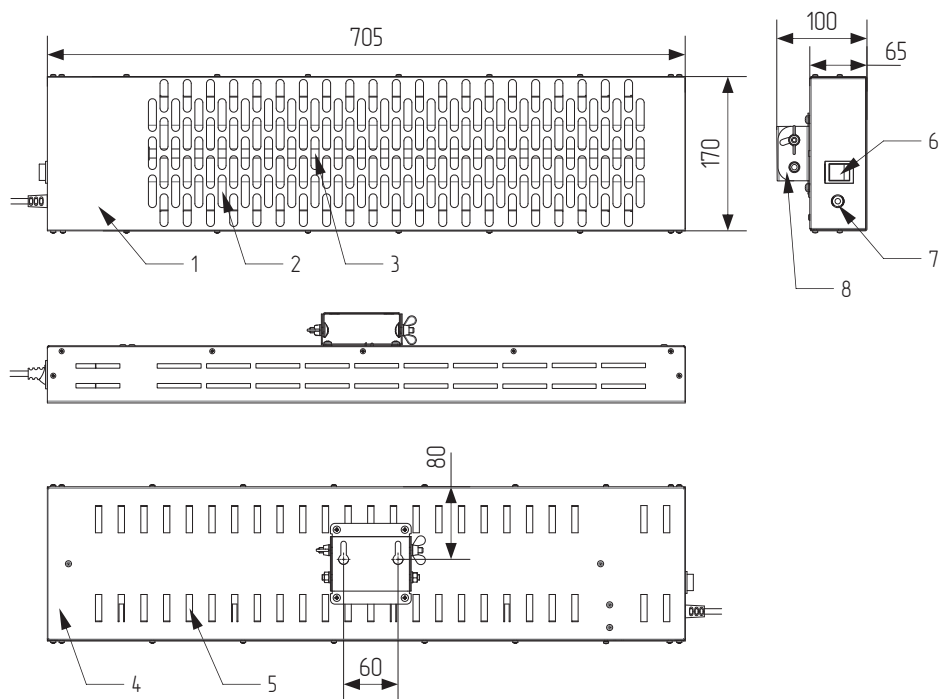

Рисунок 1. Габаритный чертёж и элементы конструкции электрического обогревателя KZ-1000MI-INOX.
5.1. Обогреватель (см. рис. 1, 2) представляет собой металлический корпус, состоящий из передней панели (1), защитной решётки (2) и задней панели (4). Внутри корпуса на шасси расположен нагревательный элемент (3) – трубка из кварцевого стекла, внутри которой расположена нагревательная спираль. За нагревательным элементом имеется отражающий экран. На боковой поверхности корпуса расположены роковый переключатель (клавишный выключатель) с подсветкой (6) и выход шнура питания (7).
6.6. На стене с помощью уровня и рулетки (линейки) разметьте отверстия для монтажа обогревателя. Размеры для разметки приведены на рис. 1, 2.